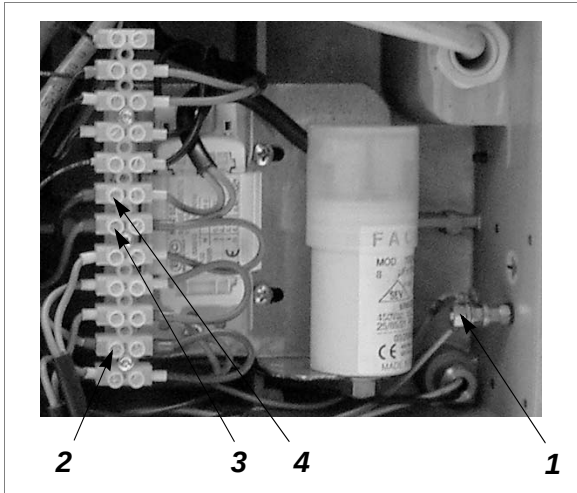

Fig. 40
- 3) Desligue os 4 cabos (1, 2, 3, 4) do motor das respectivas conexões (fig. 40).
- 20) Ligue os 4 cabos do (1, 2, 3, 4) (fig. 40).